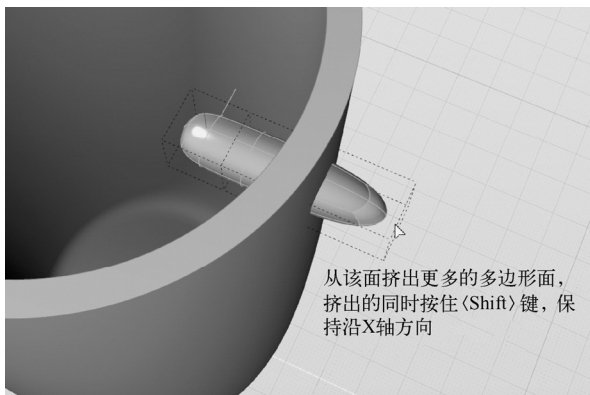

图 7-42 挤出新的多边形面
3) 保持多边形立方体处于选中状态, 切换至编辑面状态, 从该立方体的一面开始, 挤出更多的多边形面, 如图 7-42 所示。